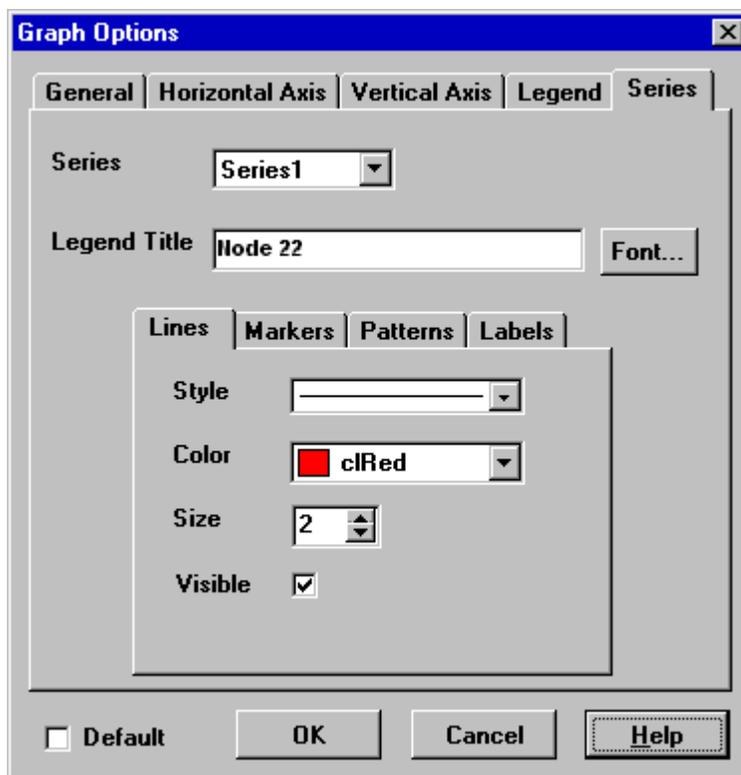

Fig. 9.8: cuadro de diálogo Graph Options (Opciones de gráfico).
3. En el caso de un trazado de series temporales, de perfil, de frecuencia o de flujo del sistema, utilice el cuadro de diálogo Graph Options (Opciones de gráfico) que aparece como resultado (fig. 9.8) para personalizar la apariencia del gráfico.
El cuadro de diálogo Graph Options (Opciones de gráfico) (fig. 9.8) se utiliza para personalizar la apariencia de un gráfico de X-Y. Para usar el cuadro de diálogo, siga estos pasos:
La pestaña Series (Serie) (consulte la fig. 9.8) del cuadro de diálogo Graph Options (Opciones de gráfico) permite controlar la forma en que se muestran las series de datos individuales (o curvas) en un gráfico. Para usar esta página, siga estos pasos: